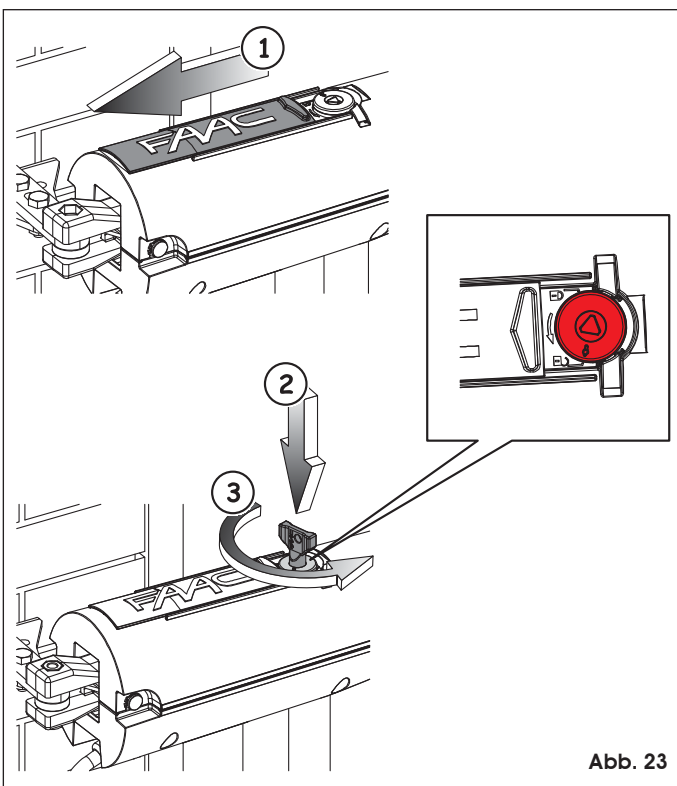

Abb. 23
2. Die Schutzkappe verschieben (Abb. 23, Bez. ①)
3. Den mitgelieferten Entriegelungsschlüssel (Abb. 23, Bez. ②) einstecken und bis zum Anschlag gegen den Uhrzeigersinn drehen (Abb. 23, Bez. ③). Die Entriegelungsstellung ist durch ein offenes Vorhängeschloss angegeben.